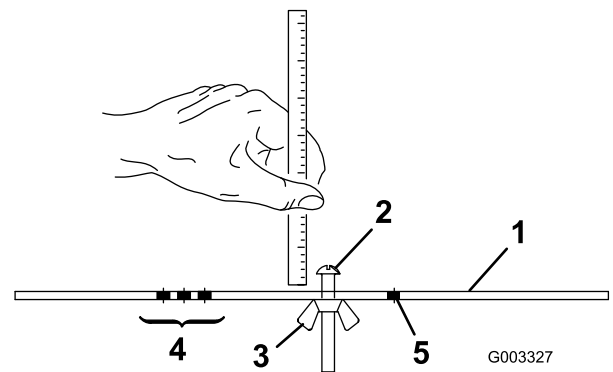

**Bild 18**
- Lösen Sie die Sicherungsmuttern, mit denen die Schnitthöhenarme an den Seitenplatten der Schneideinheit befestigt sind (Bild 18).